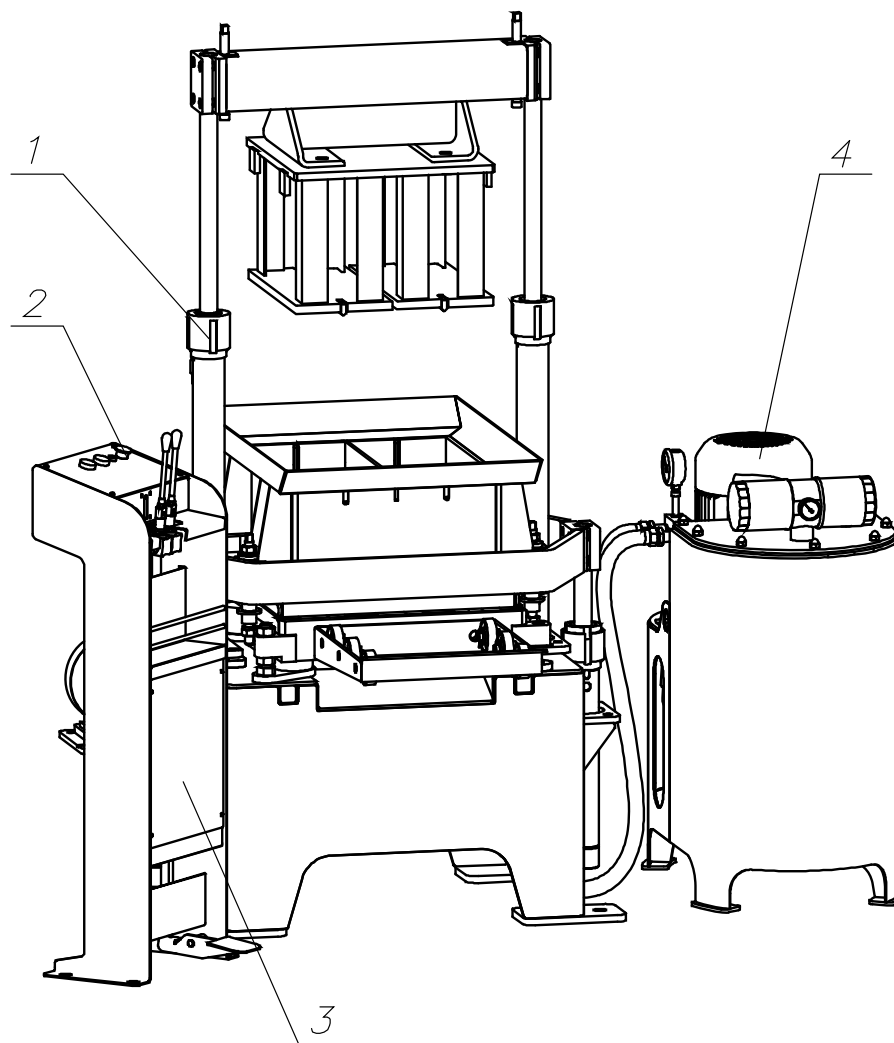
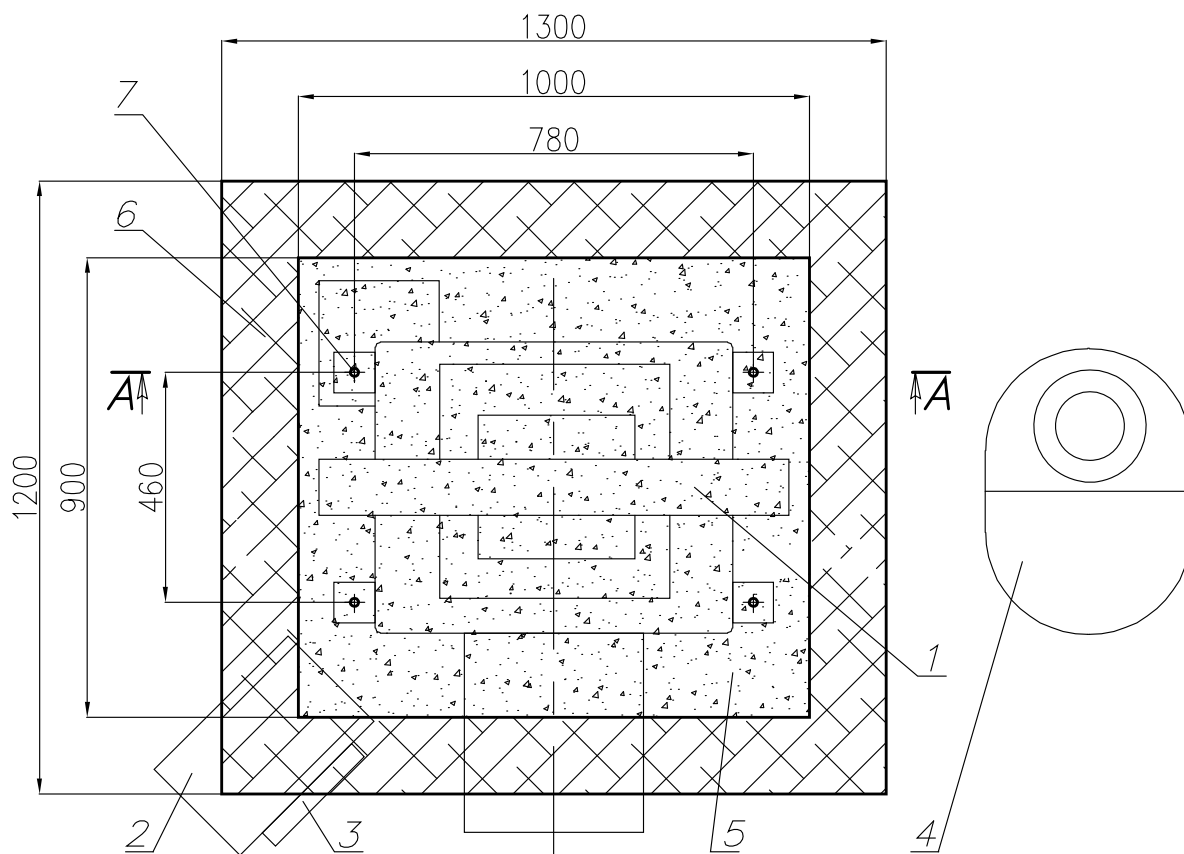

Рис. 1. Общая компоновка установки.
Рис. 9. План фундамента вибропресса.
Установка “КОНДОР-1/220” (рис.1) состоит из вибропресса 1, пульта управления 2 с электрошкафом 3 и насосной установки 4.
3.1. Установка монтируется на виброизолированном фундаменте в соответствии с общим видом установки, приведенной на рис. 1. План фундамента и координаты фундаментных болтов показаны на рис. 9.
3.2. Прежде, чем начать монтаж установки, необходимо выполнить виброизолированный фундамент по схеме приведенной на рис. 9, 10. Работать на вибропрессе можно только после того, как фундамент наберет 100% прочности (28 дней при температуре 20 °С и 100% влажности).